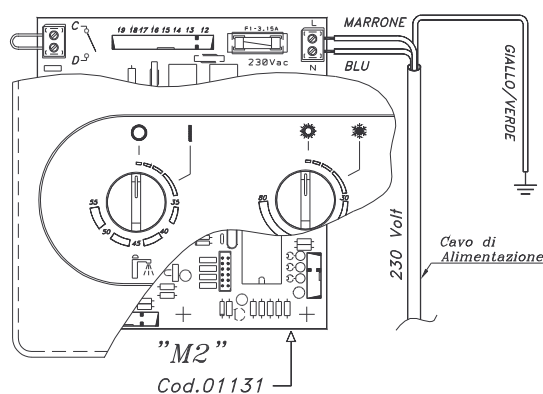

Fig.24
Il **cavo elettrico** di alimentazione alla caldaia va collegato a valle di un **interruttore bipolare** che assicuri la totale disinserzione dalla rete con una distanza di apertura dei contatti di almeno 3 mm. Collegare alla tensione di 230~Volt 50 Hz rispettando la fase "L" ed il neutro "N". Consultare il relativo schema elettrico di collegamento a pag.19 Fig.24.
- 4) Controllare che i collegamenti elettrici all'apparecchio siano stati eseguiti secondo gli schemi elettrici a pag. 19 Fig.24.